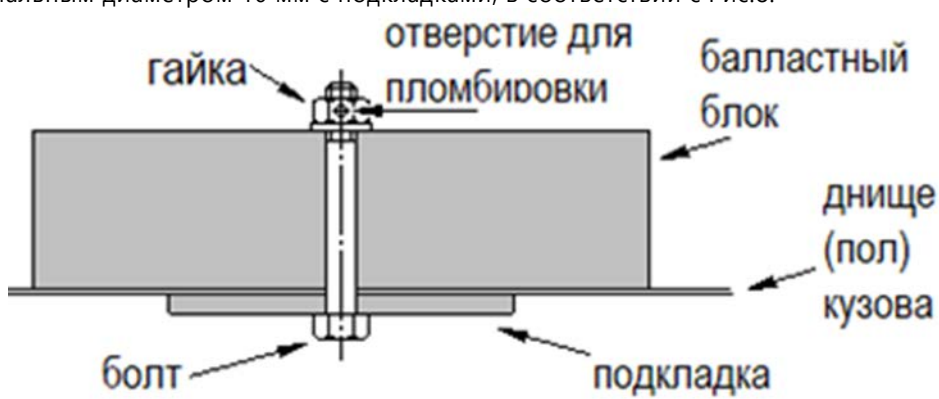

Рис.8.
4.3. Балласт должен быть прикреплен к кузову болтами класса прочности не менее 10,9 минимальным диаметром 10 мм с подкладками, в соответствии с Рис.8.